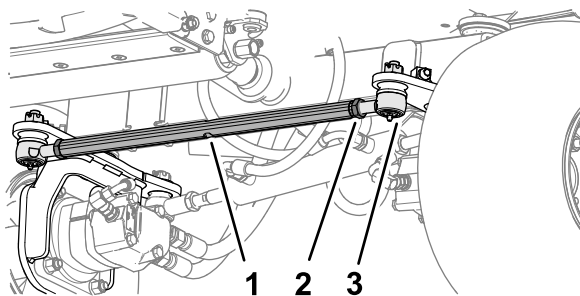

Figure 64
1. À l'avant des roues arrière, desserrez les 2 contre-écrous qui fixent la barre d'accouplement aux embouts (Figure 64).
2. Alignez les roues en tournant la barre d'accouplement (Figure 64).
5. Serrez les 2 contre-écrous pour fixer la barre d'accouplement et les embouts (Figure 64).